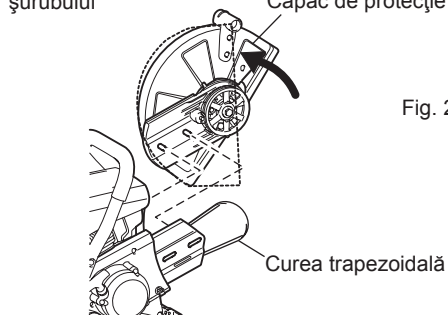

Fig. 2
- (3) Rotiți capacul de protecție la poziția liniei întrerupte. Scoateți curea trapezoidală și demontați accesoriul de tăiere de pe mașina de tăiat pe benzină. Repoziționați mânerul. (Fig. 2)